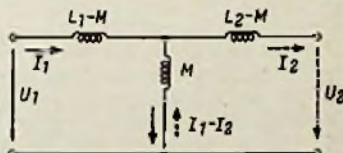
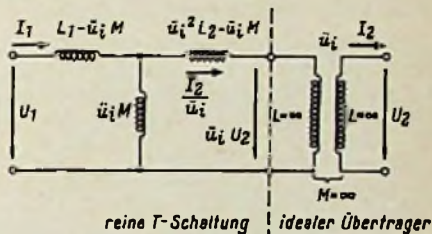

Bild 3. T-Ersatzschaltung des Transformators
Bild 4. T-Ersatzschaltung des Transformators mit Ergänzung durch idealen Transformator mit dem Übersetzungsverhältnis  $\bar{u}_i$
Aus ihnen kann man leicht ein anschauliches Ersatzbild aufbauen: Die beiden Spannungen  $U_1$  und  $U_2$  ergeben sich aus den Strömen  $I_1$ ,  $I_2$  und  $I_1 - I_2$ , die einen Spannungsabfall an den drei Induktivitäten  $M$ ,  $(L_1 - M)$  und  $(L_2 - M)$  hervorrufen. Hieraus resultiert die T-Ersatzschaltung Bild 3.
Dieses Ersatzschaltbild hat nun zwei Nachteile: Die Eingangs- und Ausgangsseite ist nicht mehr, wie beim „wirklichen“ Übertrager galvanisch voneinander entkoppelt. Um diesem Mangel abzuhelfen, kann man das Bild 3 in der Weise ergänzen, daß man sich dem T-Glied einen idealen Übertrager nachgeschaltet denkt, wie Bild 4 veranschaulicht. Dieser ideale Übertrager besteht aus einem verlust- und streuungslosen Übertrager, dessen Induktivitäten  $L_1$ ,  $L_2$  und  $M$  unendlich groß angenommen werden.
In Bild 4 sind mit einem Übersetzungsverhältnis  $\bar{u}_i$  des idealen Übertragers die neuen Werte, die jetzt für die T-Schaltung maßgebend sind, eingetragen.
Mit diesen in Bild 4 eingezeichneten Werten lauten dann für diesen Fall die Transformatorgleichungen aus (15) und (16) bezogen auf das reine T-Ersatzbildteil: